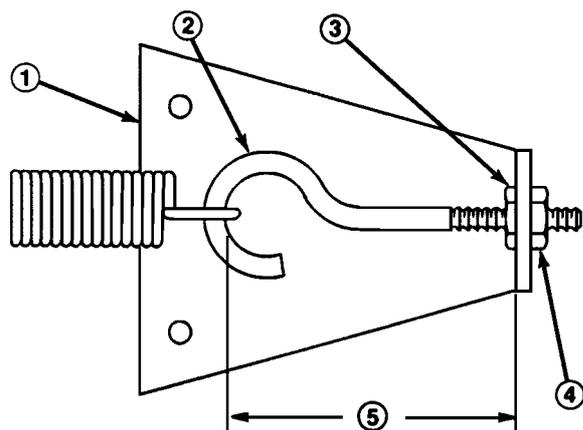

Fig. 53
## VERIFICA E MESSA A PUNTO DELLA TIRANTERIA DI TRAZIONE (Fig. 53)
4. Girare in senso orario fin quando la distanza fra la parte interna dell'occhiello del bullone e la parte interna della piastra di ancoraggio della molla viene ridotta di 3 mm, come illustra la Fig. 53. Serrare il dado.